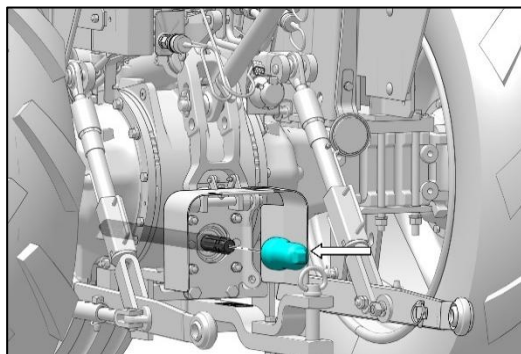

Fig. 83 – VERWIJDEREN VAN PTO-DOP
- Zorg dat de PTO-dop is aangebracht wanneer de PTO-as niet in gebruik is (Fig. 83).